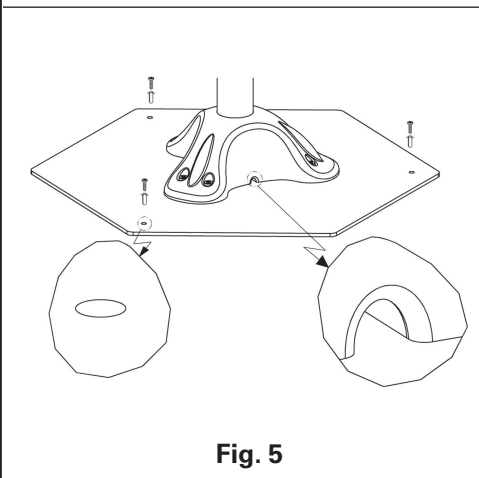

Fig. 5
- De baixo (mod. 769) da maneira seguinte: desaparafusar os 6 parafusos de bloqueio da base, deixar passar o cabo no interior da base de plastico e depois através do poste até à conca do aparelho e efectue a posta dos cabos como acima indica. Fixe os parafusos da base assegurando-se que o cabo de alimentacao seja bloqueado na abertura indicada na fig. 5.
Se haver o risco de quedas accidentais, fixe o aparelho de maneira oportuna. Por exemplo, pode-se ancorar a base ao chão com embutidores mediante os três orifícios providos para o efeito como na fig. 5.